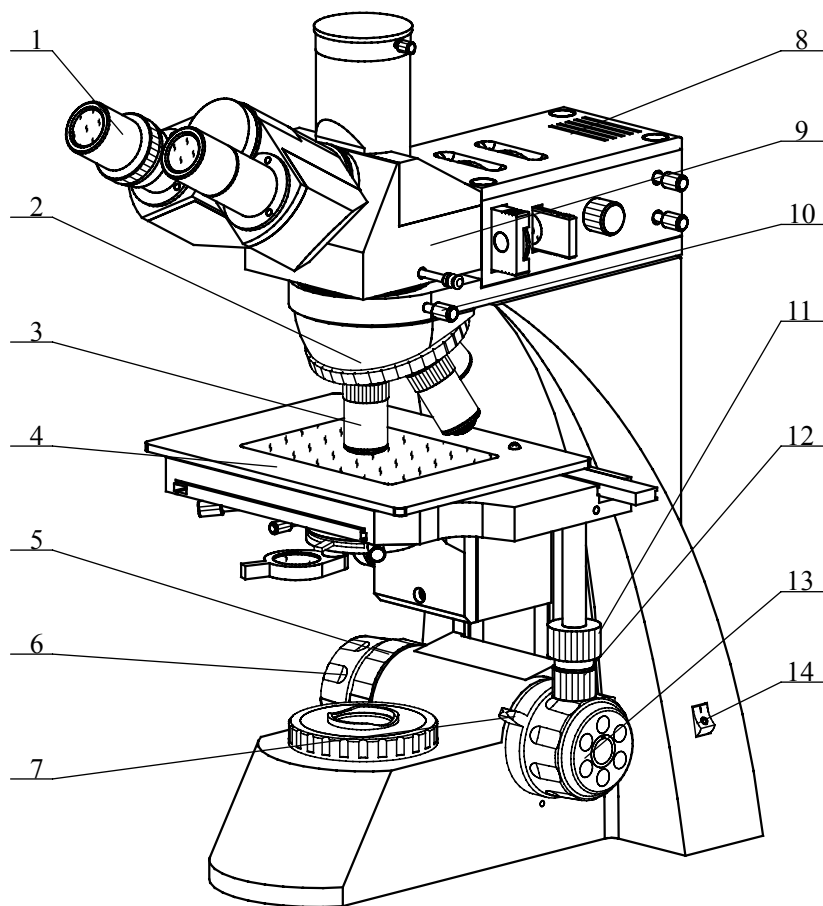

图 1
- 2) 拨动落射/透射照明切换开关(图 1) 可切换不同的照明方式。